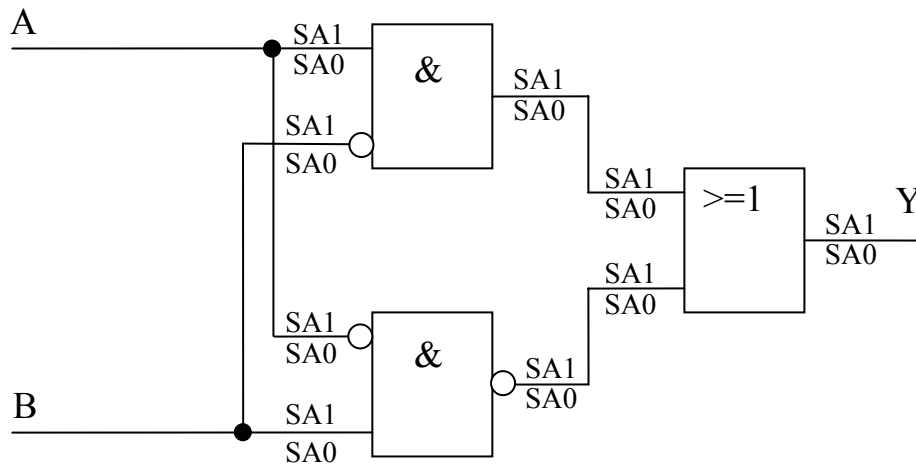

Abbildung 3.1
Gegeben ist die Schaltung in Abbildung 3.1. Arbeiten Sie mit dem single-Stuck-at Fehlermodell.
- Geben Sie Wahrheitstabelle und KV-Diagramm für die Schaltung in Abbildung 3.1 an!
- In Abbildung 3.1 sind alle möglichen Stuck-at Fehler eingetragen (SA0, SA1). Streichen Sie jene Fehler durch ein Kreuz durch („X“), die Sie aufgrund von Fehleräquivalenz nicht weiter zu berücksichtigen brauchen!
- Geben Sie einen minimalen Satz von Testvektoren an, der geeignet ist, möglichst viele der in Abbildung 3.1 eingetragenen Fehler zu erkennen!